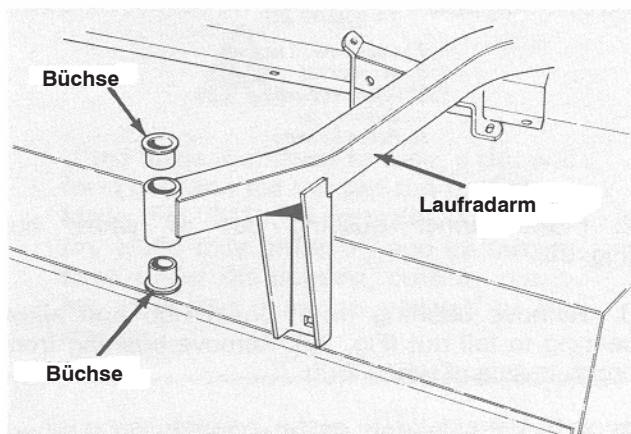

Bild 29
4. Stecken Sie einen Treiberdorn in die Ober- oder Unterseite des Befestigungsrohrs und treiben die Büchse aus dem Rohr (Bild 29). Treiben Sie dann die andere Büchse aus dem Rohr heraus. Reinigen Sie die Innenseite der Rohre.